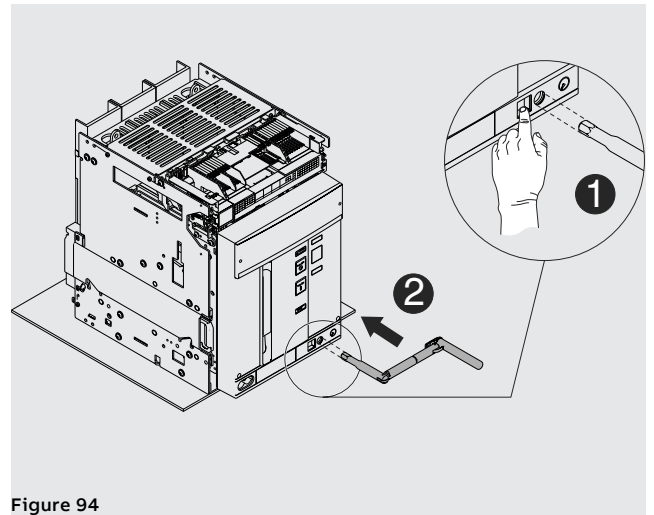

Figure 94
9. Appuyer sur le bouton de blocage et introduire la manivelle dans la partie mobile. Dans cette phase la partie mobile est encore en position **DISCONNECT**. Voir Figure 94.